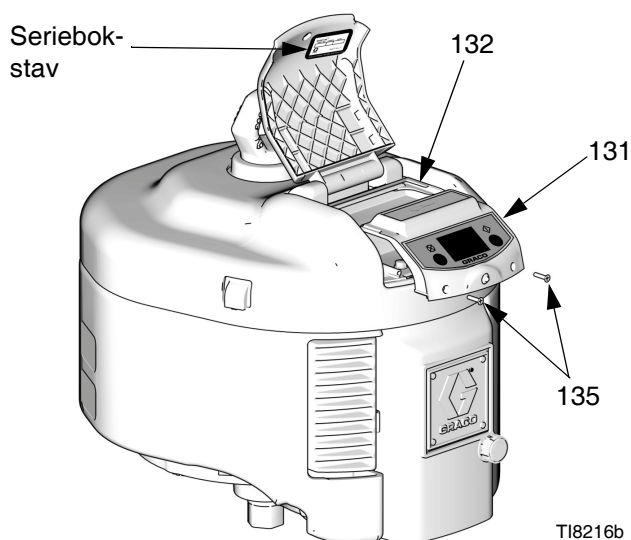

FIG. 4. Ta ut DataTrak-modulen
1. Ta ut de to skruene (135). Skyv DataTrak-modulen (131) forsiktig ut av huset (132). Se FIG. 4.
* FIG. 4 viser hvor du finner seriebokstaven.